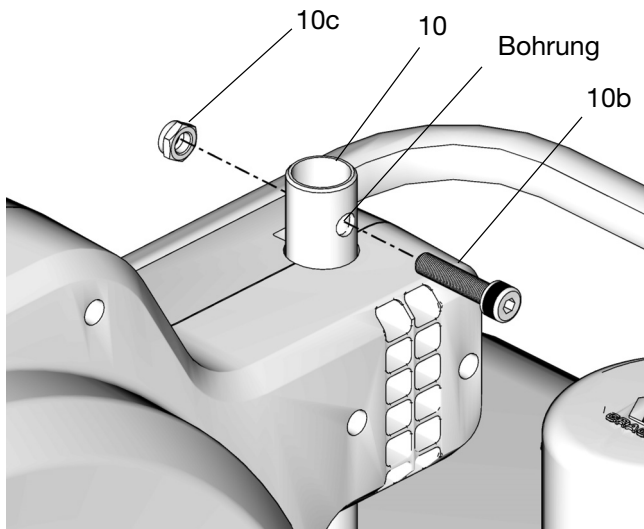

ABB. 18
- Die Schraube (10b) durch das Loch in der Schlauchaufrollerhalterung (10) führen und mit der Mutter (10c) sicher fixieren (ABB. 18).